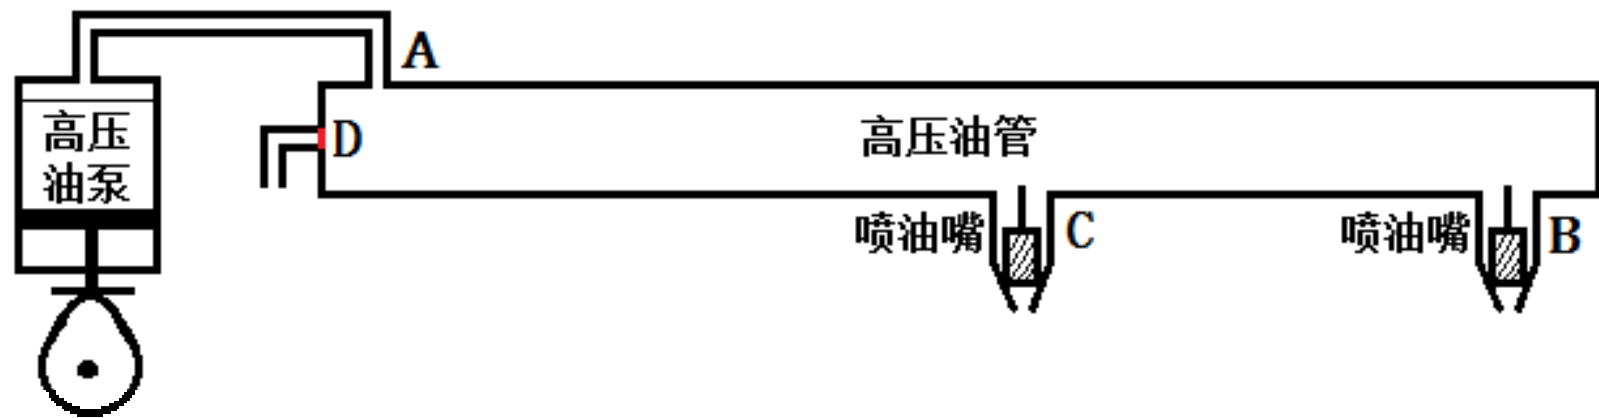

图5 具有减压阀和两个喷油嘴时高压油管示意图
□问题3. 在问题2的基础上，再增加一个喷油嘴，每个喷油嘴喷油规律相同，喷油和供油策略应如何调整？为了更有效地控制高压油管的压力，现计划在D处安装一个单向减压阀（图5）。单向减压阀出口为直径为1.4mm的圆，打开后高压油管内的燃油可以在压力下回流到外部低压油路中，从而使得高压油管内燃油的压力减小。请给出高压油泵和减压阀的控制方案。